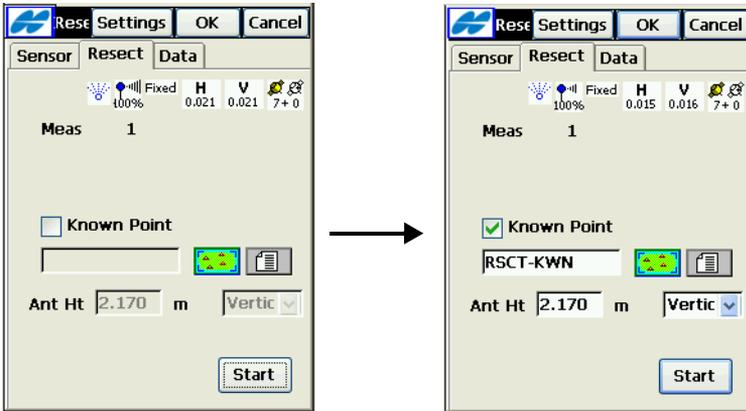

Abbildung A-4. Unbekannten oder bekannten Punkt verwenden
5. Tippen Sie auf das Register **Fr.Stat.** (Abbildung A-4 auf Seite A-4).